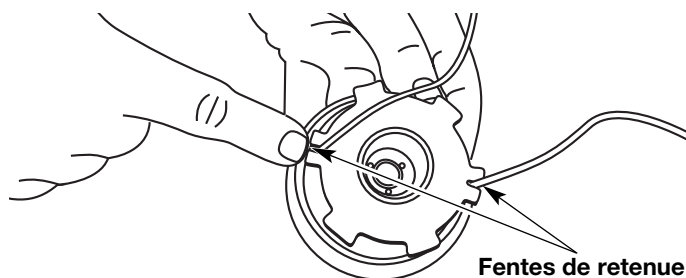

Fig. 22
12. Insérez les extrémités du fil dans les deux fentes de retenue (Fig. 22).